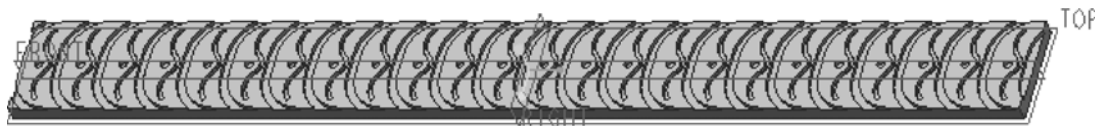
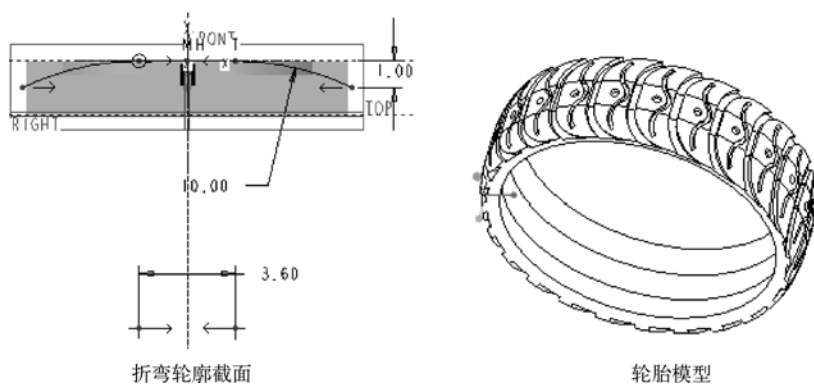

图 6-92 平直模型
图 6-93 折弯轮廓截面和生成的轮胎模型
- (8) 上机操作：利用如图 6-92 所示的平直模型（源文件为“bc_6_ex8.prt”），创建汽车轮胎的模型，折弯轮廓截面和轮胎模型如图 6-93 所示。